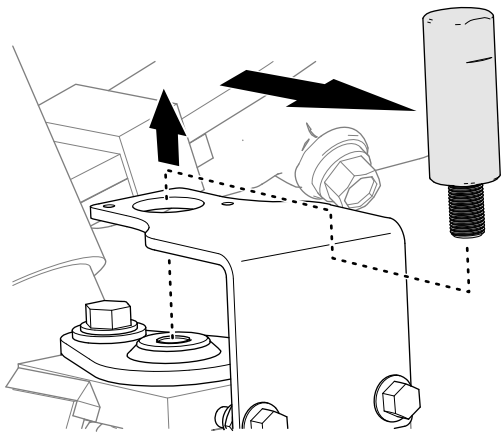

Bild 8
6. Entfernen Sie das Ausrichtwerkzeug (Bild 8).